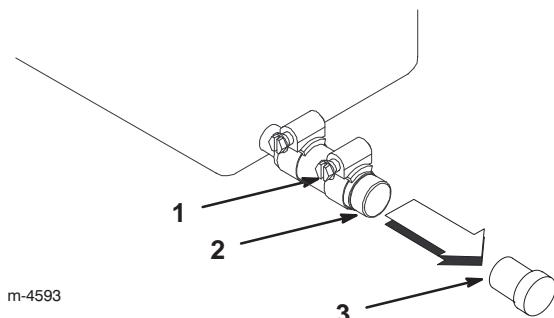

Bild 26
- Stellen Sie ein Auffanggefäß unter den Ölabblassschlauch (Bild 26).
- Lockern Sie die Klemme und entfernen Sie die Abdeckung (Bild 26).